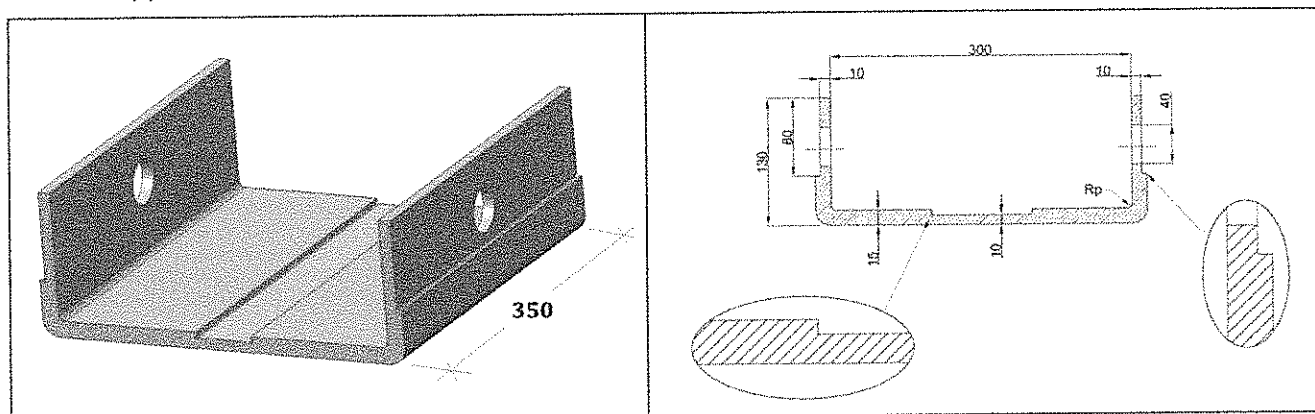

Figura 1
Il componente riportato in figura 1 deve essere realizzato in acciaio C45 (caratteristiche meccaniche in Tabella 1) partendo da una lamiera di dimensioni 350mm x 700mm x 15mm e senza alcuna saldatura.
Il raggio di raccordo tra le pareti verticali e il fondo del componente (indicato con R_p in figura 1) non ha funzione strutturale ed il suo valore va definito dal candidato in modo tale da risultare tecnologicamente fattibile.
8. definisca la sequenza delle operazioni da eseguire per la realizzazione del componente in figura 1;
12. stimi i tempi macchina complessivi per la realizzazione del componente in figura 1;